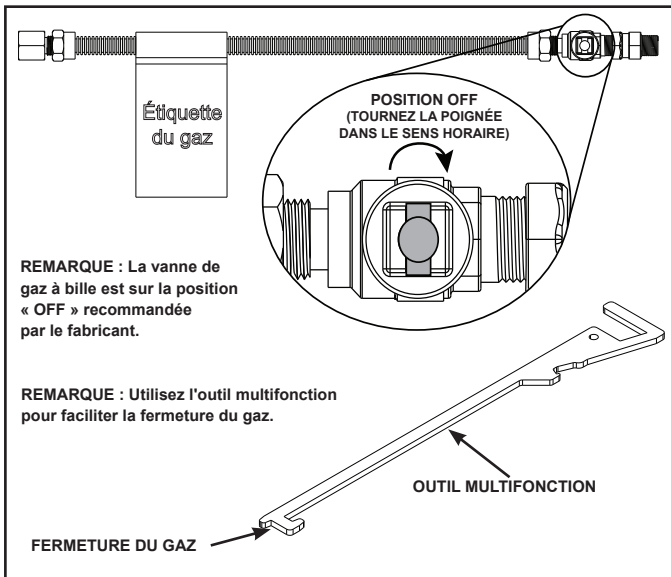

Figure 7.1 Fermeture du gaz
- Utilisez l'outil multifonction pour faciliter la fermeture du gaz. Voir la figure 7.1. La vanne de gaz à bille est sur la position « OFF » recommandée par le fabricant.